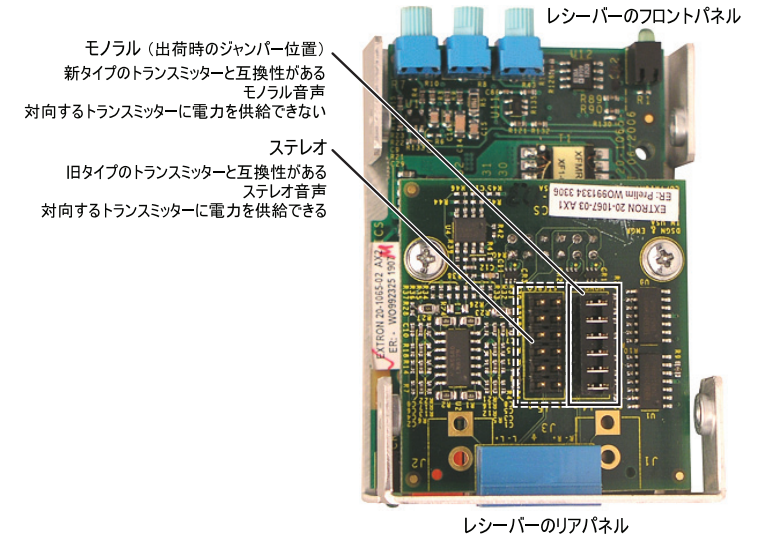

図 2-4 レシーバーの音声ボードのジャンパー位置
7. レシーバーが音声対応モデルの場合、音声ボード上のジャンパーブロックの場所を確認します。図 2-4 を参照してください。ジャンパー設定を変更します。